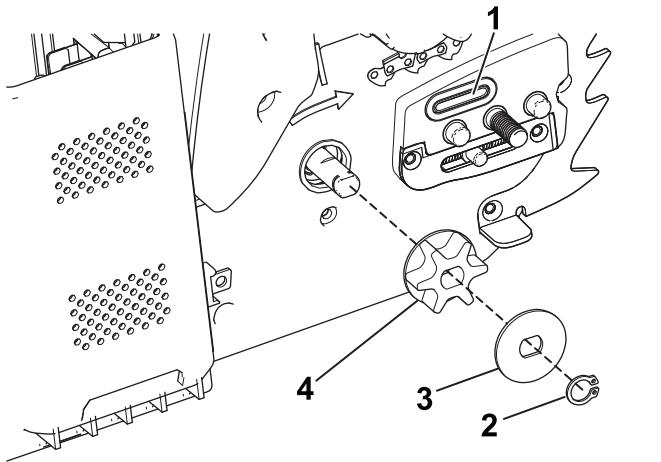

Figure 30
5. Déposez le clip, l'entretoise et le pignon d' entraînement de la tronçonneuse (Figure 30).
7. Contrôlez le passage d' huile (Figure 30) et enlevez les débris éventuellement présents.